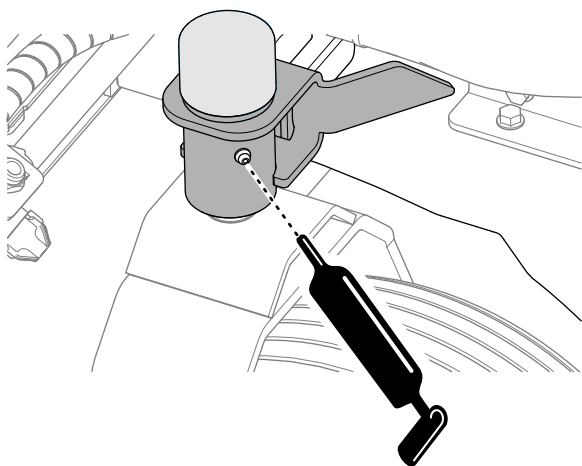

Figure 64
2. Nettoyez les graisseurs des roues pivotantes avec un chiffon (Figure 64).
3. Raccordez une pompe à graisse aux graisseurs (Figure 64).